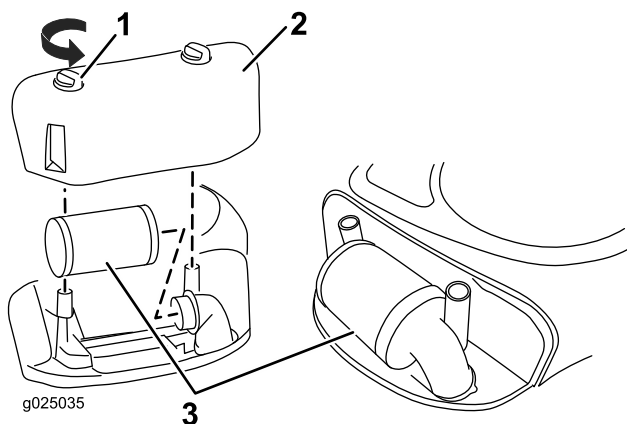

Bild 21
2. Drehen Sie die Handräder in die entriegelte Stellung (Bild 21).
4. Heben Sie das Ende des Filters an, um ihn abzunehmen (Bild 21).
2. Montieren Sie die Luftfilterabdeckung und die Handräder (Bild 21).